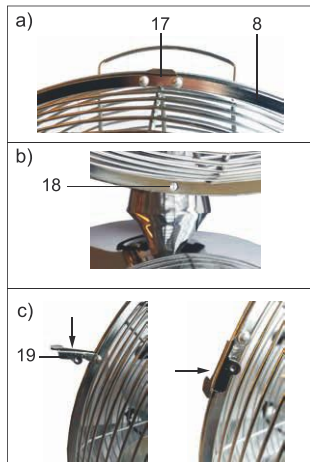

Fig.84: Montering av det främre skyddsgallret
18. Skjut det främre skyddsgallret (8) med kroken (17) över det bakre skyddsgallrets stomme ligger an mot varandra, se bild 84 a).
19. Kontrollera att de båda spåren (18) nedtill i de båda skyddsgallrens stomme ligger an mot varandra, se bild 84 b).
20. Skjut de fyra låsklämmorna (19), som sitter på det främre skyddsgallrets sida, över de bägge skyddsgallrens stomme, se bild 84 c).
21. För in stjärnskruven med kullrigt huvud (8a) i det främre och bakre skyddsgallrets spår (18).